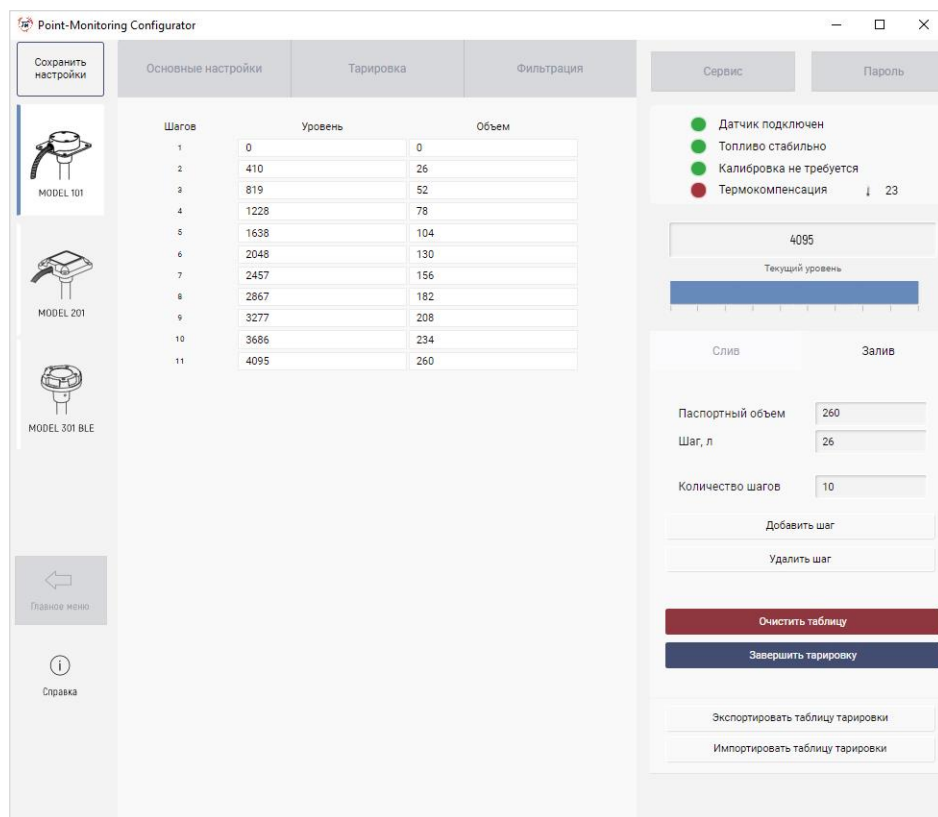

Рис. 36 – Окно программы по завершении процесса тарировки
5) Повторить пункты 3-4 до полной заправки бака. По завершении процесса тарировки окно программы будет выглядеть так, как представлено на *Рис.36*.